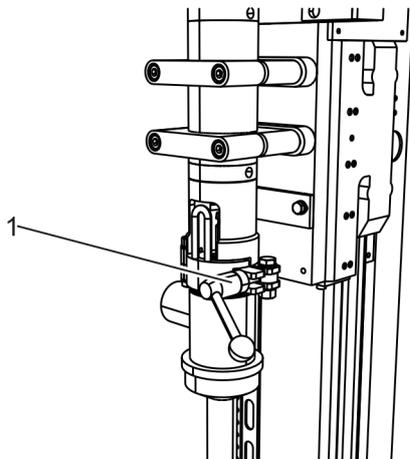

Abb. 66: Schnellverschluss am Antriebszylinder
- 20.**▶ Klemmhebel (Abb. 66/1) am Antriebszylinder durch Drehen im Uhrzeigersinn festdrehen.